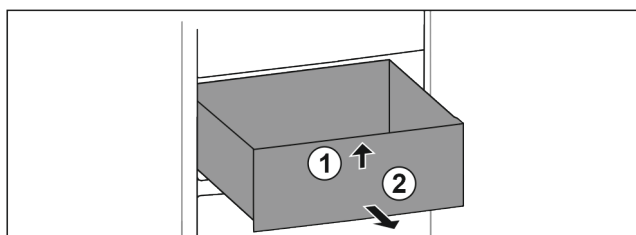

Fig. 89
- ▶ Levante el cajón por delante. Fig. 89 (1)
- ▶ Extraiga el cajón hacia delante. Fig. 89 (2)